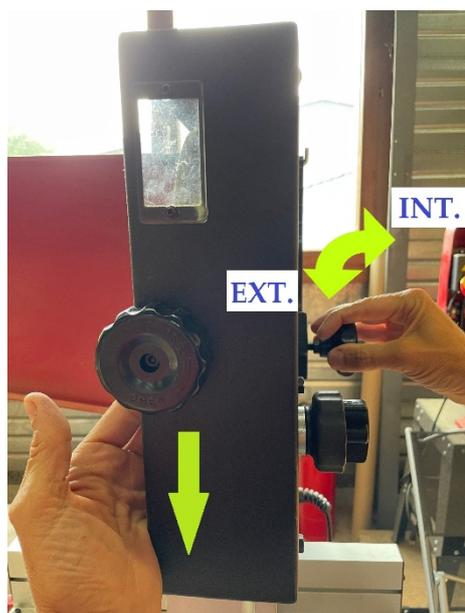

Figure 25
Sens inverse des aiguilles d'une montre : la lame avance sur la bande vers l'extérieur. (Fig 25 et 26)
- Faire tourner manuellement le volant dans le sens du sciage en s'assurant que la position du ruban au milieu du volant ne varie pas, puis bloquer la vis de réglage. (Fig 25)